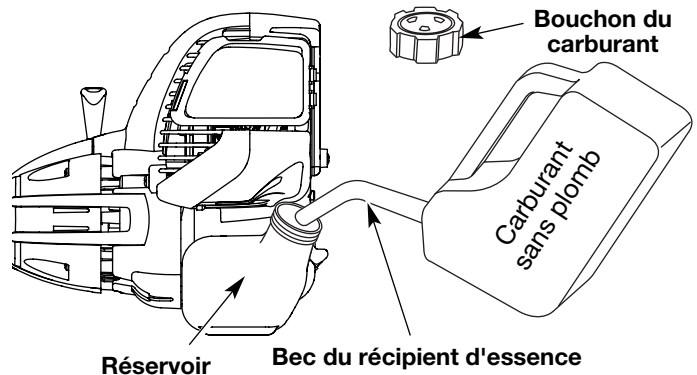

Fig. 8
1. Déposez le bouchon à essence (Fig. 8).